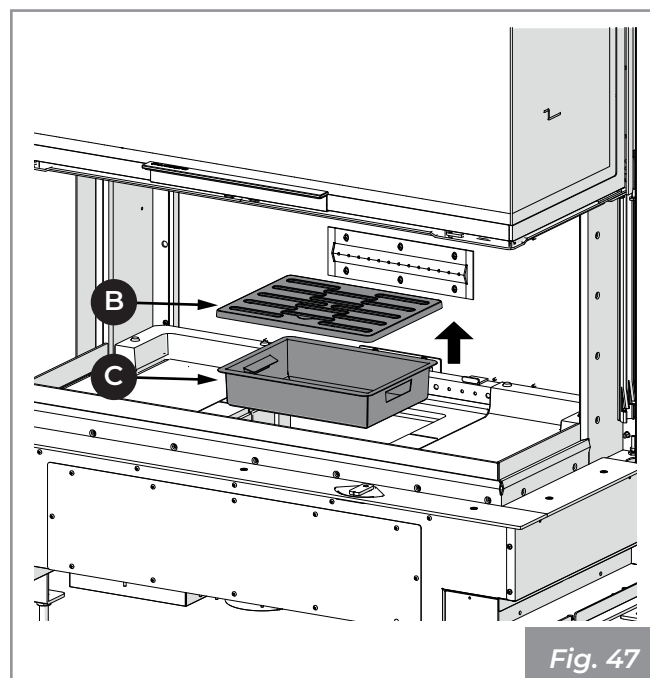

Fig. 47
- 2) Soulever et extraire la grille (B) et le tiroir à cendres (C) (Fig. 47).